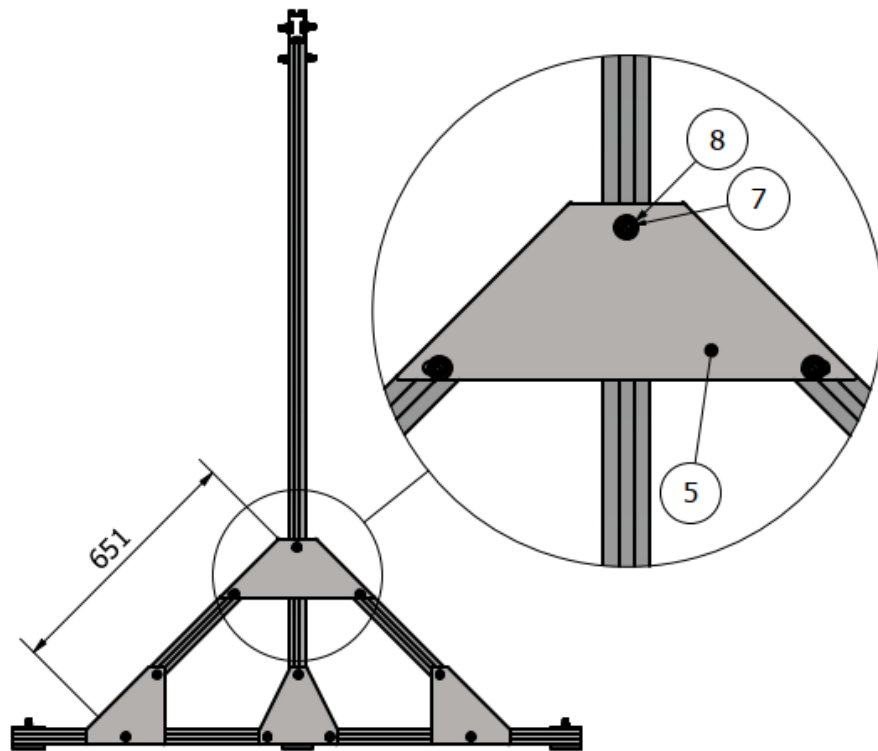

ABB. 7 Verschraubung der Streben an den Säulen
7. Verschrauben Sie die Streben **1,5** mit der Platte **5** an den vertikalen Säulen, wie in Abbildung 7 dargestellt.